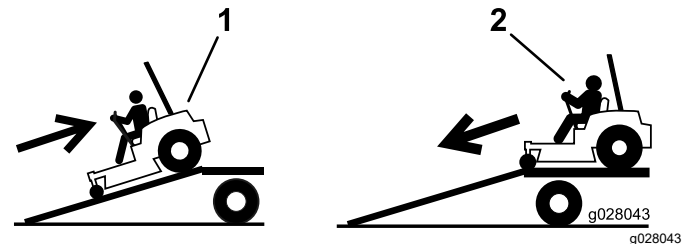

Bild 43
4. Fahren Sie die Maschine rückwärts die Rampe hoch (Bild 43).
2. Fahren Sie die Maschine vorwärts von der Rampe herunter (Bild 43).